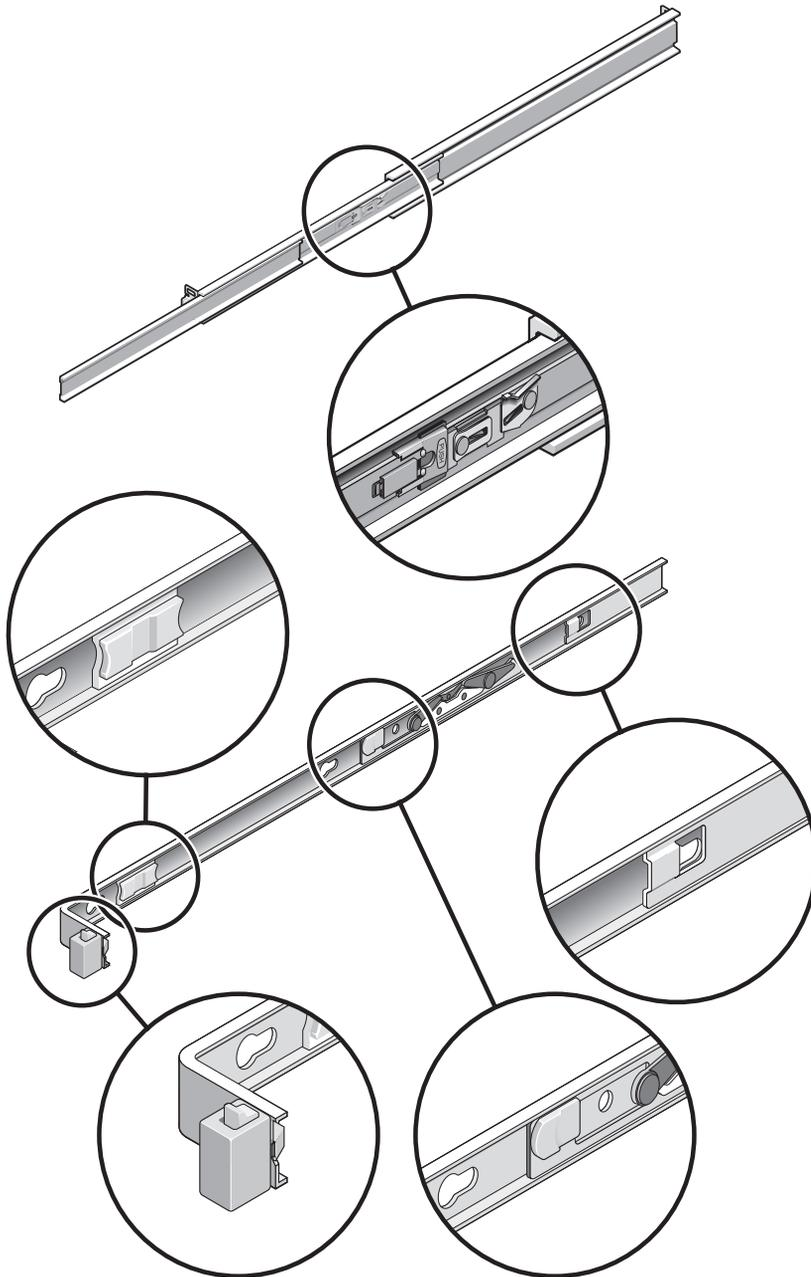

FIGURE 1-5 Emplacement des verrous de l'ensemble de rail coulissant
- Vous remarquerez qu'il y a au total cinq verrous (voir FIGURE 1-5) sur un ensemble de rails coulissants : quatre sur le support de montage ; un sur la partie avant du rail coulissant. L'utilisation de ces verrous est décrite dans la procédure d'installation au chapitre 2.